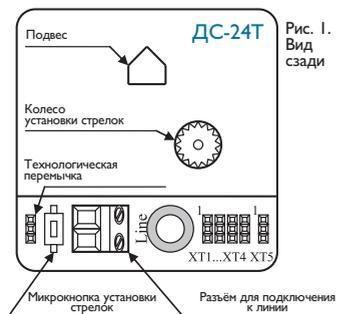

Рис. 1.
Часы СВС подключаются к двухпроводной линии управления и синхронизации TELNU с помощью разъёма, расположенного в батарейном отсеке корпуса часового механизма (см. рис. 1).
- с помощью установочного колеса, расположенного на корпусе часового механизма ДС-24Т (рис. 1),